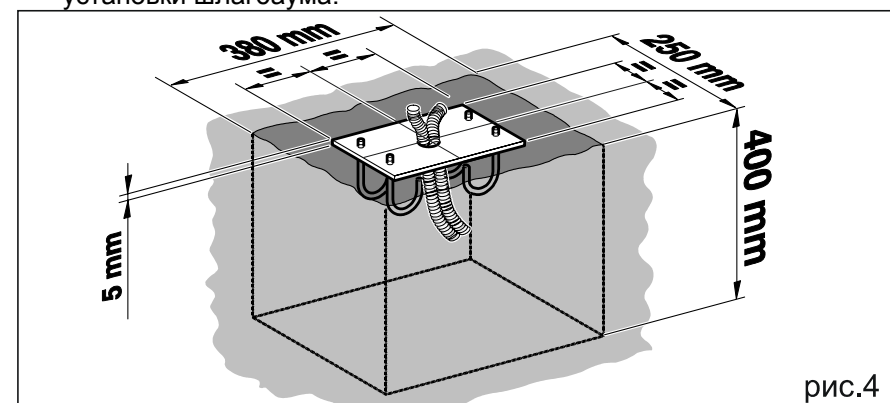

рис.4
- Соберите плиту, как показано на рис.4 (рассмотрено для глинистой почвы).
- Закрепите плиту основания, как показано на рис.4, снабдив одним или более кожухом для проводки электрических кабелей. Используя строительный уровень, проверьте, чтобы плита была строго горизонтальна. Подождите, до застывания бетона.